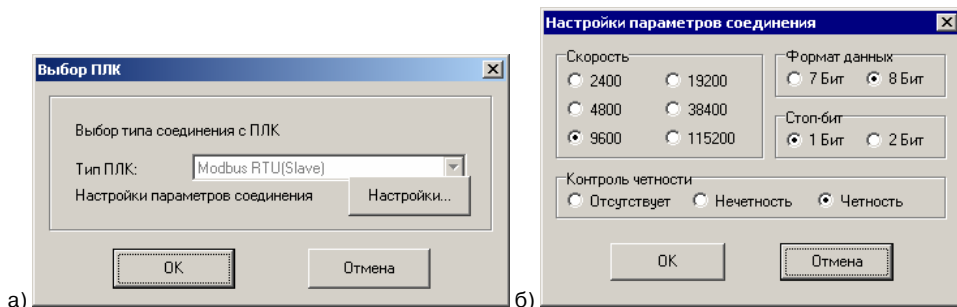

Рис. 4.1. Окна «Выбор ПЛК» (а) и «Настройки параметров соединения» (б)
1. Нажать кнопку «Новый проект» () панели инструментов, или выбрать команду Файл | Новый проект, или нажать сочетание горячих клавиш <Ctrl+N> Откроется окно «Выбор ПЛК» (см. рис. 4.1, а).
3. В этом окне – нажать кнопку «Настройки». Откроется окно «Настройки параметров соединения» (см. рис. 4.1, б).